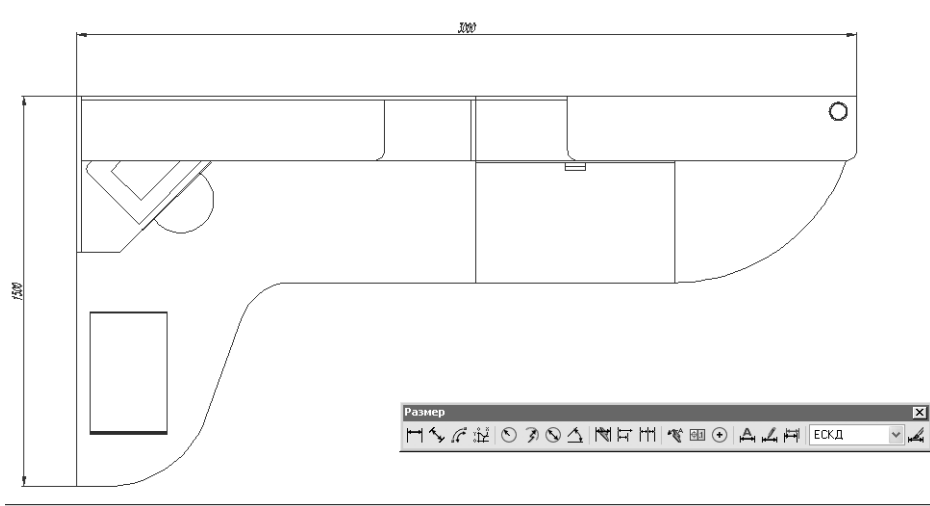

Рис. 11.11 ▼ Вертикальный и горизонтальный размеры
7. AutoCAD создаст вертикальный размер и предложит задать его расположение. Как и в предыдущем случае, выберите произвольную точку на чертеже и щелкните для фиксации размера в выбранном месте (рис. 11.11).